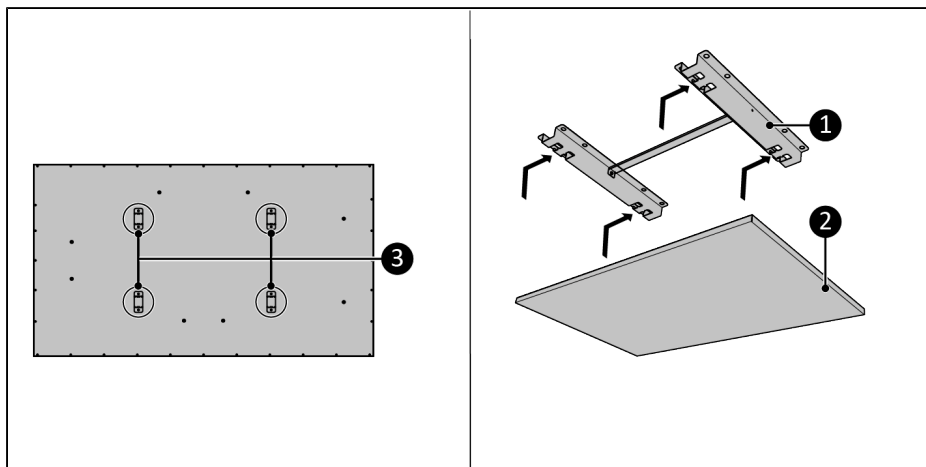

Figure 115.
8. Placera enhetsfästena (Figure 115, pos. 3) över innertaksfästet (Figure 115, pos. 1).
9. Låt enheten (Figure 115, pos. 2) glida in i öppningarna på innertaksfästet (Figure 115, pos. 1).